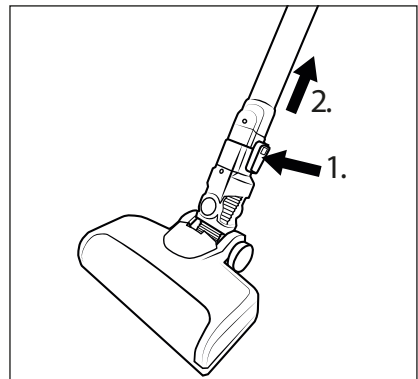

Abb. 12
- ◆ Um die Bodenbürste **22** vom Saugrohr **24** zu entfernen, halten Sie die Bodenbürsten-Entriegelungstaste **23** gedrückt und ziehen Sie das Saugrohr **24** von der Bodenbürste **22** ab (siehe Abb. 12).